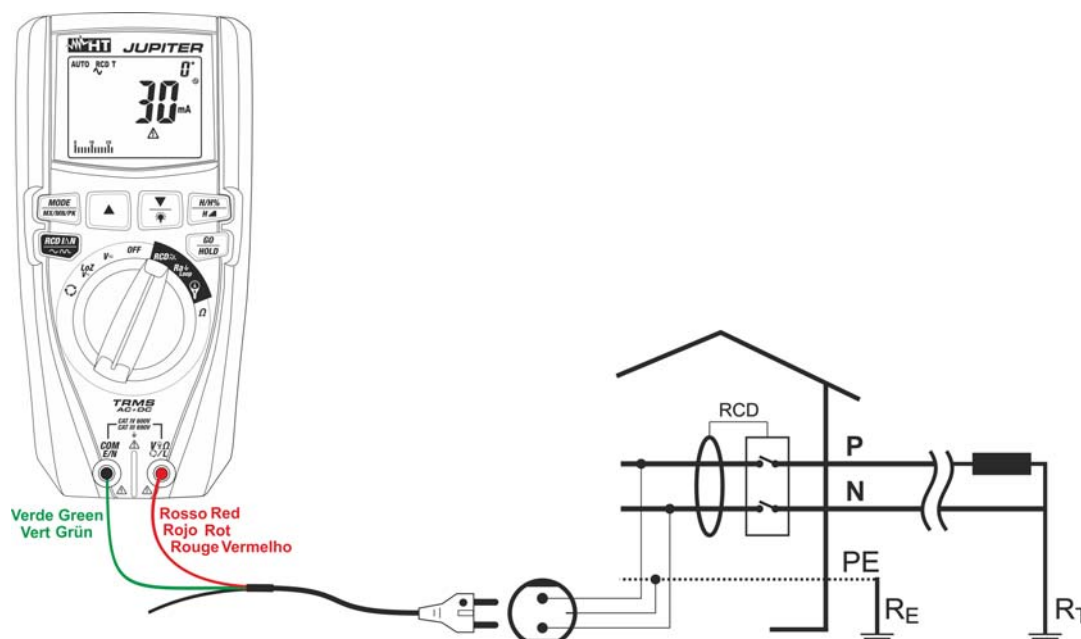

Fig. 29: Uso dello strumento per test RCD su sistema Monofase con cavo a spina Schuko
6. In caso di uso del cavo con spina shuko inserire il conduttore rosso nel terminale di ingresso **V Ω L** e il conduttore verde nel terminale di ingresso **COM/E/N** e collegare lo strumento all'impianto in esame (vedere Fig. 29). La presenza della tensione Fase-Terra è mostrata nella barra grafica